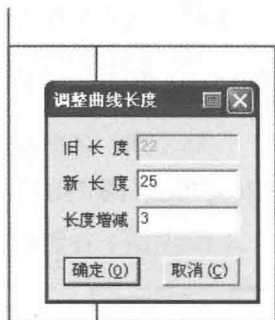

图 7-76 画横裆线步骤 1
(4) 选择 【智能笔】工具按着【Shift】键, 右键点击横裆基础线前中部分, 进入【调整曲线长度】功能。输入增长量 3cm (计算公式: $\frac{\text{臀围 } 90\text{cm}}{30}$) (图7-76)。